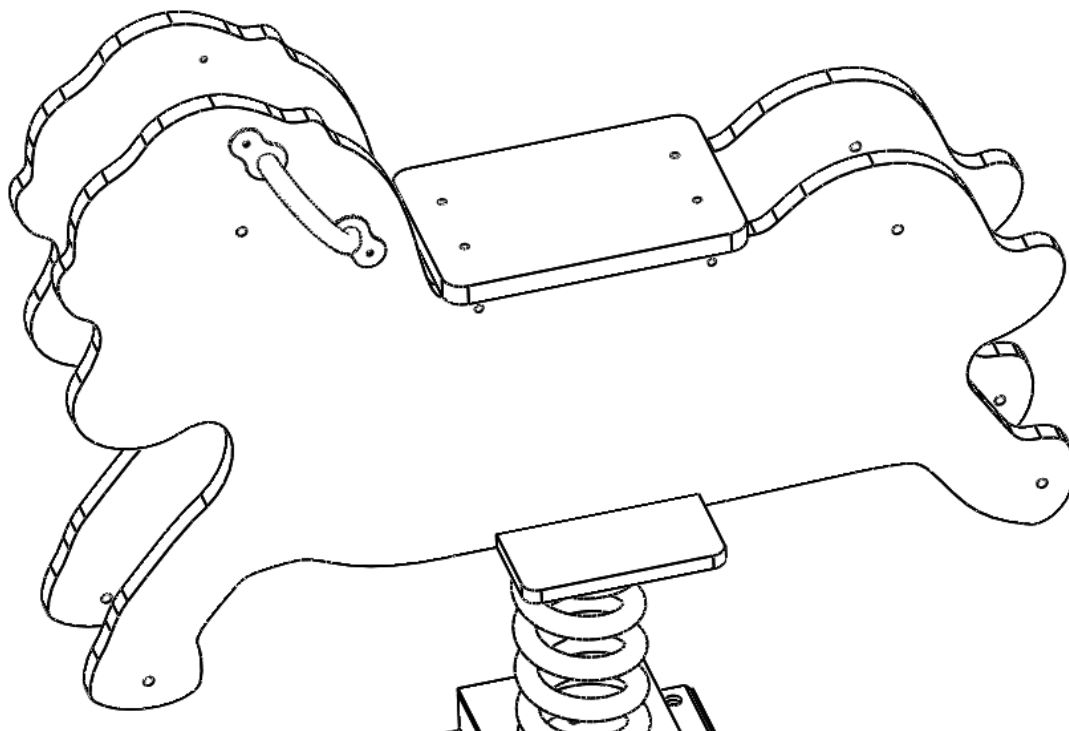

Рисунок 4
3. Прикрутить подставку для ног из ламината (шершавой стороной вверх) к основанию болтами М6х(25)30+ шайба + гайка колпач. (рис. 4)